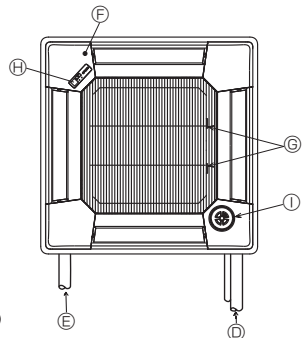

Fig. 9-9
9.5. Installazione della griglia di ingresso (Fig. 9-9)